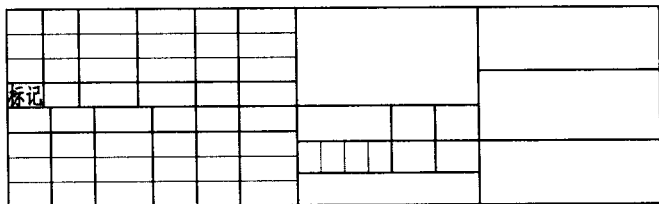

图 1-25 输入单行文字
(10) 关闭状态栏中的“对象捕捉”模式, 将“文字”层设置为当前层。单击“文字”工具栏的“单行文字”按钮, 在标题栏中输入文字“标记”, 如图 1-25 所示。